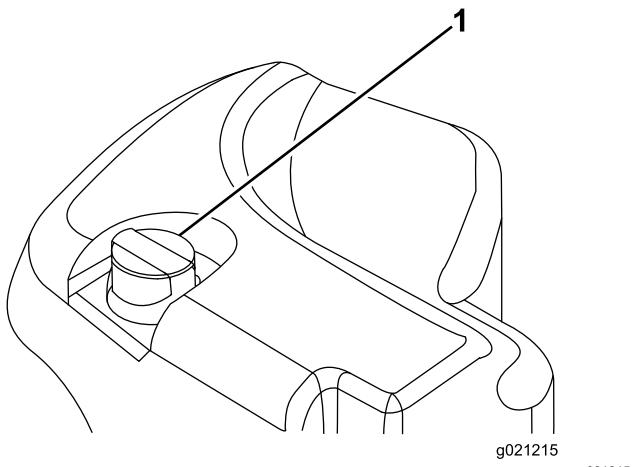

図 30
2. 油圧オイルタンクの注油口周辺をきれいに拭き、キャップ図 30 を外す。給油口からキャップを取りる。